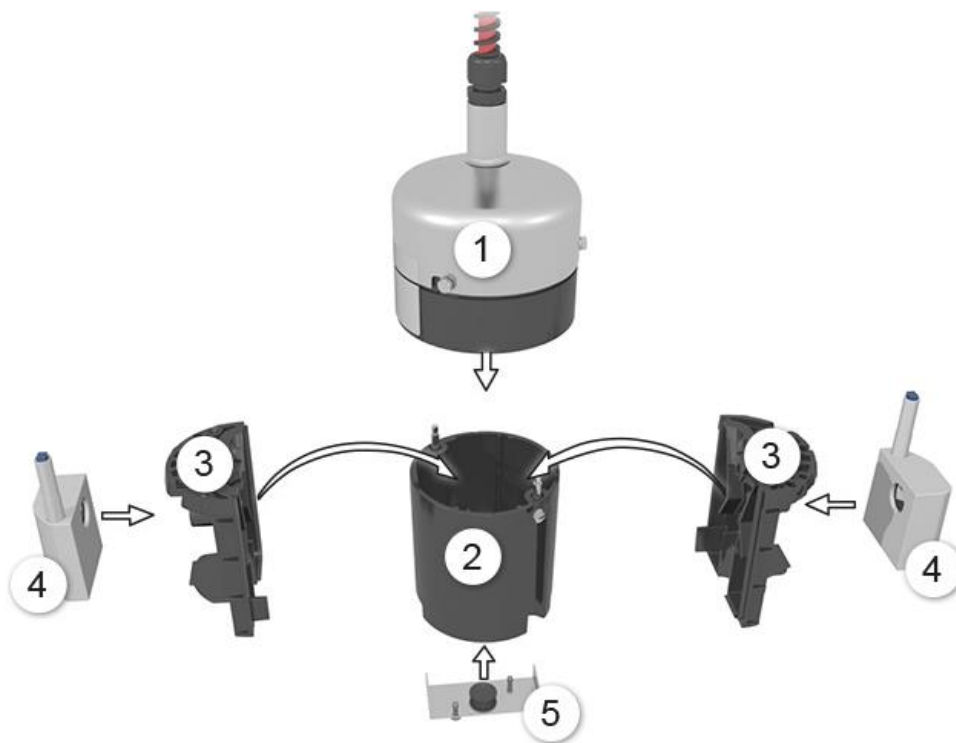

Abbildung 31: Explosionszeichnung FireGuard 2
3.	<p>Das Messzelligegehäuse (Abbildung 31, Pos. 2) durch beidseitiges Lösen der Schrauben vom Elektronikteil entfernen.</p> <p>⚠ Die Probenheizer können bis zu 80 °C heiss sein!</p>
4.	<p>Die Messzelleneinsätze reinigen.</p> <p>Die Messzelleneinsätze (Abbildung 31, Pos. 3) aus dem Messzelligehäuse heben und reinigen.</p> <p>Dabei speziell auf die Strahlenabsorptionsflächen (Kreis) achten, diese müssen sauber sein.</p> <div style="border: 1px solid black; padding: 5px; margin: 5px 0;"> <p> Zur Reinigung einen Pinsel sowie einen feuchten Lappen verwenden (keine Lösungsmittel!)</p> </div> <div style="border: 1px solid black; padding: 5px; margin: 5px 0;"> <p> Wenn die Messzelleneinsätze Abbildung 31, Pos. 3) im Messzelligehäuse festsitzen, Schraubenzieher in die Aussparung stecken und dann die Messzelleneinsätze vorsichtig aushebeln.</p> </div> <div style="text-align: center; margin-top: 10px;">  </div>
5.	<p>Die Probenheizer reinigen.</p> <div style="border: 1px solid black; padding: 5px; margin: 5px 0;"> <p> Diese Arbeit nur ausführen, wenn Probenheizer vorhanden sind.</p> </div> <p>5.1: Die Probenheizer (Abbildung 31, Pos. 4) zuerst abkühlen lassen.</p> <div style="border: 1px solid black; padding: 5px; margin: 5px 0;"> <p> Die Probenheizer können bis zu 80 °C heiss sein!</p> </div>
<p>5.2: Die Probenheizer (Abbildung 31, Pos. 4) von den Messzelleneinsätzen (Abbildung 31, Pos. 3) abziehen.</p>
<p>5.7: Die Probenheizer (Abbildung 31, Pos. 4) wieder in die Messzelleneinsätze (Abbildung 31, Pos. 3) einsetzen.</p>
<p>6.</p>	<p>Das Messzelligehäuse Abbildung 31, Pos. 2) im Innern reinigen.</p> <div style="border: 1px solid black; padding: 5px; margin-top: 10px;"> <p> Zur Reinigung einen Pinsel sowie einen feuchten Lappen verwenden (keine Lösungsmittel!).</p> </div>
7.	<p>Das Messzellengehäuse zusammenbauen:</p> <p>Die beiden Messzelleneinsätze (Abbildung 31, Pos. 3) zusammenstecken und ins Messzellengehäuse (Abbildung 31, Pos. 2) einführen.</p> <p>Dabei muss der Nocken des Messzellengehäuses (Pfeil) auf die durchgehende Aussparung des Messzelleneinsatzes ausgerichtet sein.</p> <p>Überprüfen, ob die beiden weissen Punkte (Kreis) aufeinander ausgerichtet sind.</p>
8.	<p>Das Messzellengehäuse mit dem Elektronikteil zusammenstecken.</p> <p>Dabei muss der Stift am Optikträger (Pfeil) auf die Bohrung ausgerichtet sein und die weissen Markierungen am Elektronikteil sowie am Messzellengehäuse müssen aufeinander ausgerichtet sein.</p> <p>Wenn Probenheizer (Abbildung 31, Pos. 3) vorhanden sind, so müssen diese auf die Bohrungen am Optikträger (Kreise) ausgerichtet werden (Bild unten).</p>
10.	<p>Den Fremdkörperschutz (Abbildung 31, Pos. 5) wieder befestigen.</p> <p>⚠ Die Schrauben dürfen nicht zu stark festgezogen werden, da sonst das Gewinde Schaden nehmen kann. Das Drehmoment darf 1 Nm nicht übersteigen.</p> <p>⚠ Damit eine Kaltverschweissung verhindert werden kann, müssen die Befestigungsschrauben vor dem Zusammenbau eingefettet werden (Molykote 1000 hat sich als geeignetes Fett dafür erwiesen).</p>
2.	Das Messzellengehäuse (Abbildung 31, Pos. 2) durch beidseitiges Lösen der Schrauben vom Elektronikteil entfernen. Die Probenheizer können bis zu 80 °C heiss sein!
3.	<p>Die Linse und die Fenster an Optikträger mit Ethanol getränktem Wattestäbchen reinigen (Kreise).</p> <p>Der Optikträger befindet sich am Elektronikteil (Abbildung 31, Pos. 1).</p> <p>Dabei auch die Dichtung (X) des Optikträgers kontrollieren und falls notwendig ersetzen.</p> <p>Die Artikelnummern sind im Kapitel 15 aufgeführt.</p>
4.	<p>Das Messzellengehäuse mit dem Elektronikteil zusammenstecken.</p> <p>Dabei muss der Stift am Optikträger (Pfeil) auf die Bohrung ausgerichtet sein und die weißen Markierungen am Elektronikteil sowie am Messzellengehäuse müssen aufeinander ausgerichtet sein.</p> <p>Wenn Probenheizer (Abbildung 31, Pos. 3) vorhanden sind so müssen diese auf die Bohrungen am Optikträger (Kreise) ausgerichtet werden (Bild unten).</p>